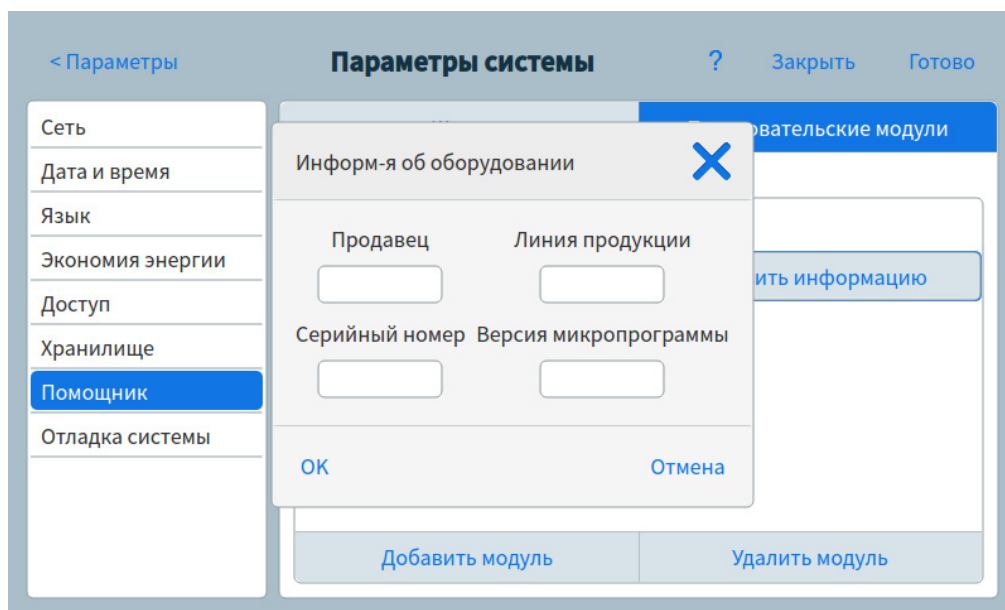

Рис. 48 Страница удаленного помощника, диалоговое окно сведений об устройстве
- d Нажмите кнопку **Добавить информацию**. Появится диалоговое окно сведений об устройстве. См. Рис. 48.